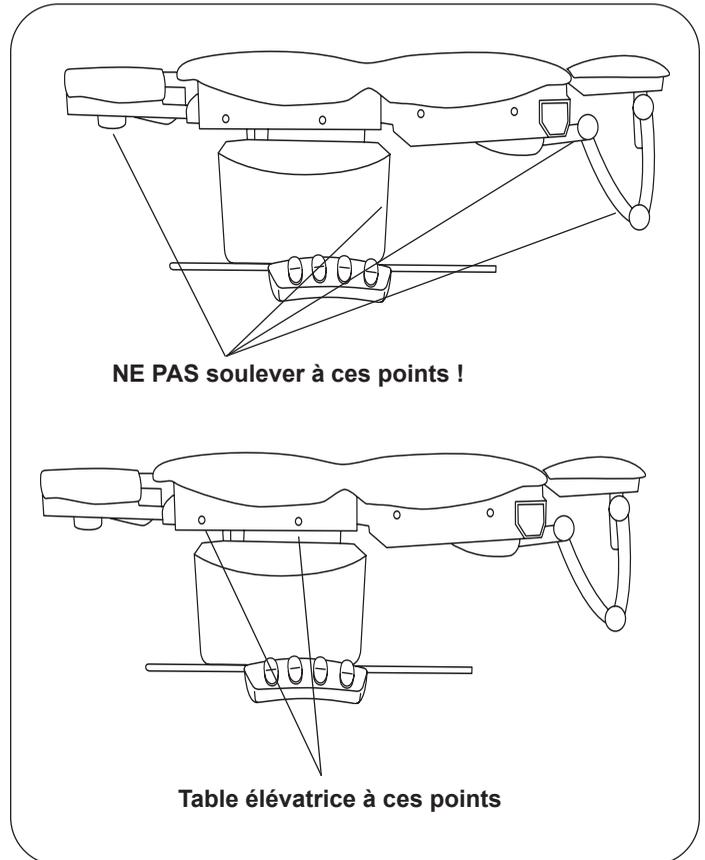

Figure 3. Points de levage de la table
Pour éviter d'endommager le coussin ou les surfaces peintes de la table, n'utilisez pas de couteau ni d'objet pointu pour ouvrir l'emballage. De plus, pour éviter d'endommager la table, soulevez-la uniquement aux points indiqués sur la figure 3. Ne soulevez pas la table aux autres points indiqués sur les figures 3 et 4.
2. Retirez la table du patin de transport en la faisant glisser par l'avant. Veillez à soulever la table aux bons endroits, comme indiqué sur la figure 3. Positionnez la table à l'emplacement souhaité dans la pièce.